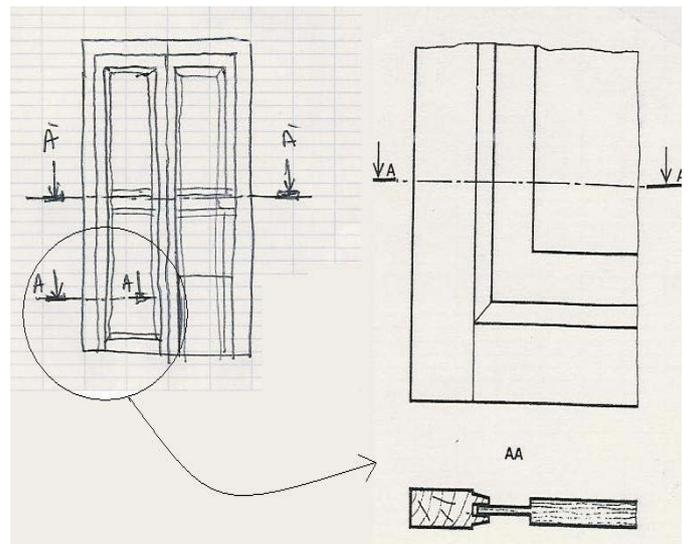

Figure 07
- On hachure les parties coupées on adoptant des conventions spécifiques aux hachures. **Voir figure 07**